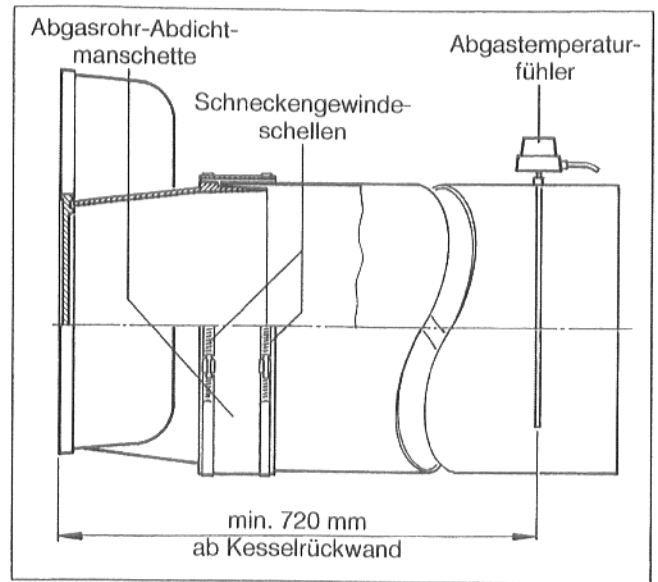

Abb. 31
Wir empfehlen, eine Abgasrohr-Abdichtmanschette zu verwenden (Abb. 31). Die Abgasrohr-Abdichtmanschette ist gesondert zu bestellen.
- Abgasrohr-Abdichtmanschette überlappend um das Abgasrohr und den Stutzen des Abgassammlers legen (Abb. 31).
- Muffe in einer Entfernung von 2 x Abgasrohrdurchmesser von Abgassammler entfernt in das Abgasrohr einschweißen (Abb. 31).